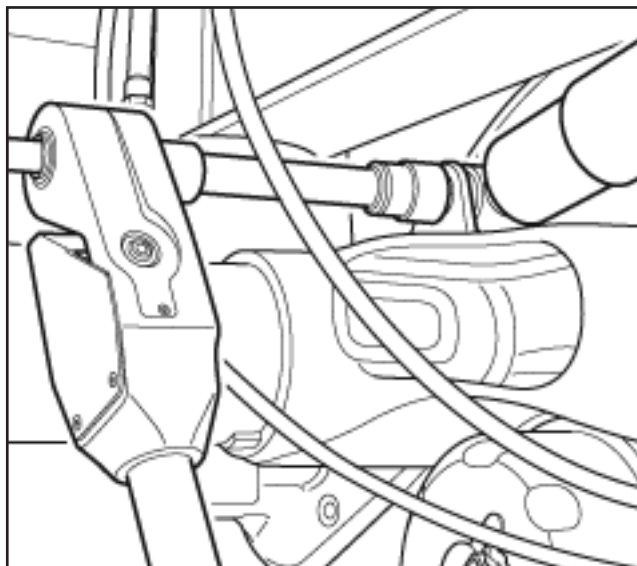

Fig 3.17
- T** 3. A l'aide d'une clé à douille de 36 mm, serrer les écrous supérieur et inférieur à 400 Nm (figure 3.17).